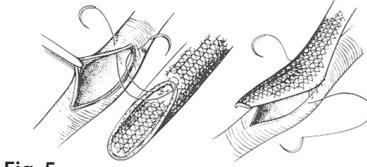

Fig. 5
2. Monofilamentär polypropylen rekommenderas som suturmateriel. Under suturering, evertera protesens kanter och se till att hela väggens tjocklek och en nätmaska tas med varje styg. Fig. 5. Användning av icke-skärande nälar under suturering rekommenderas.